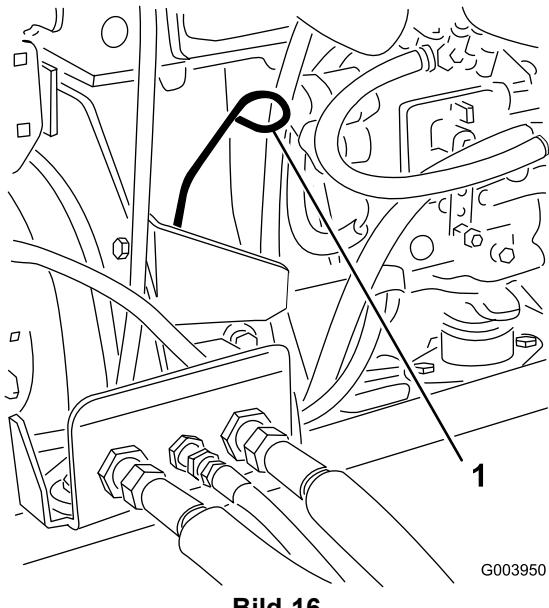

Bild 16
3. Nehmen Sie den Peilstab heraus und wischen Sie ihn ab. Stecken Sie ihn dann ein (Bild 16).